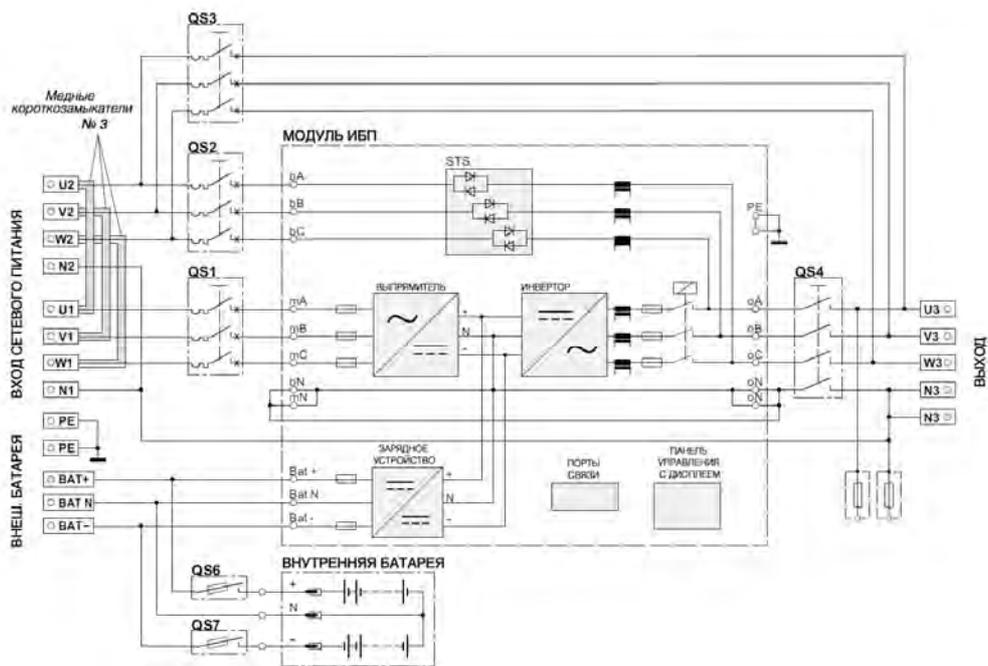
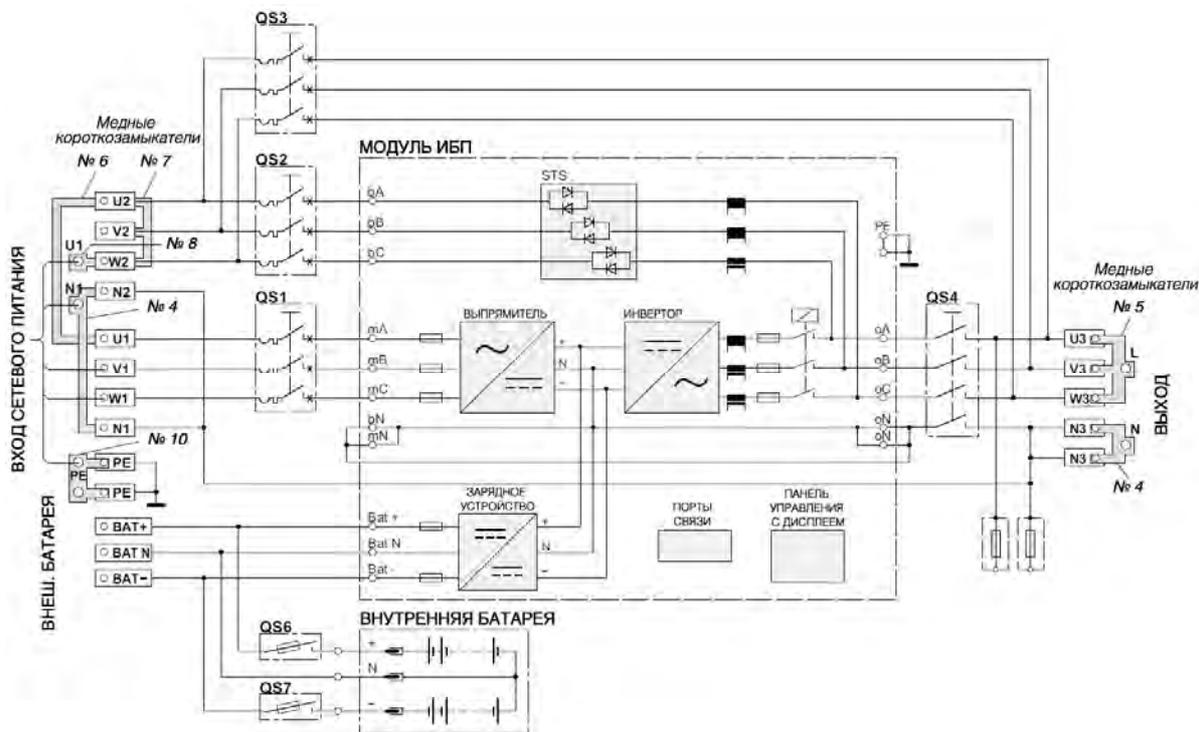
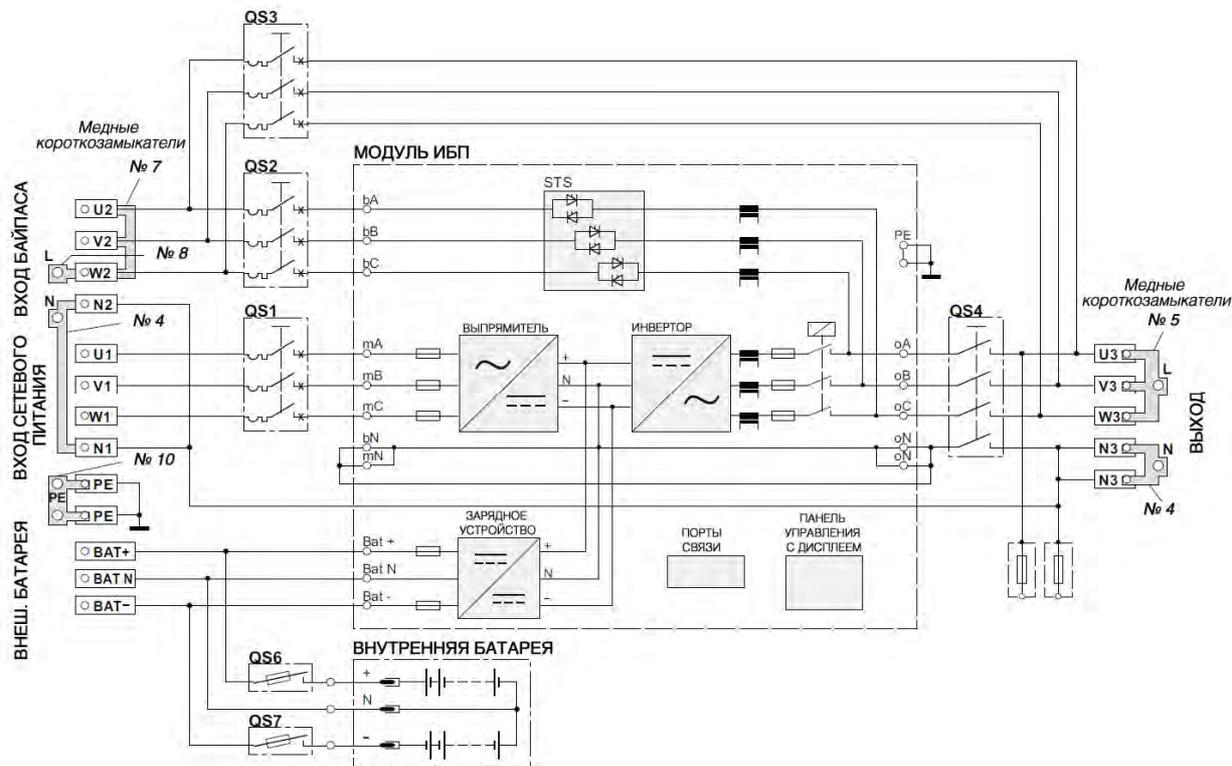
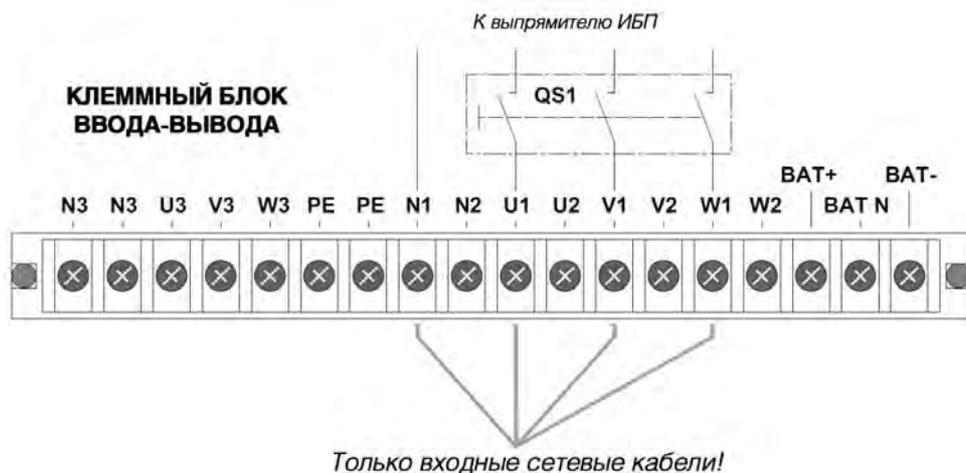

Рис. 3-4 3 входных/3 выходных фазы, подключение кабелей в конфигурации с общим источником
Рис. 3-7 3 входных/1 выходная фаза, подключение кабелей в конфигурации с общим источником
Рис. 3-8 3 входных/1 выходная фаза, подключение кабелей в конфигурации «сплит-байпас»
Рис. 3-10 Вход сетевого питания
2. Подключите находящиеся под напряжением линии (выходные фазы L1, L2 и L3), линии N и PE к соответствующим зажимам на клеммном блоке ввода-вывода (U3, V3, W3, N3 и PE) ИБП, как показано на Рис. 3-4.
3. Как показано на Рис. 3-7, замкните клеммы U2, V2 и W2 с помощью медного короткозамыкателя 7, замкните зажимы PE на клеммном блоке ввода-вывода ИБП, используя медный короткозамыкатель 10 с изолирующей пленкой, замкните клеммы U3, V3 и W3 с помощью медного короткозамыкателя 5, замкните клеммы U1 и U2 с помощью медного короткозамыкателя 6, замкните клеммы N1 и N2, а также две клеммы N3 с помощью двух медных короткозамыкателей 4.
4. Присоедините медный короткозамыкатель 8 к одному из концов медного короткозамыкателя 7 (см. Рис. 3-7) и подключите находящуюся под напряжением линию (входная фаза L1) к медному короткозамыкателью 8.
3. Как показано на Рис. 3-8, замкните два зажима РЕ клеммного блока ввода-вывода ИБП, используя медный короткозамыкатель 10 с изолирующей пленкой, замкните клеммы U2, V2 и W2 с помощью медного короткозамыкателя 7, замкните клеммы U3, V3 и W3 с помощью медного короткозамыкателя 5, замкните клеммы N1 и N2, а также две клеммы N3 с помощью двух медных короткозамыкателей 4.
5. Присоедините медный короткозамыкатель 8 к одному из концов медного короткозамыкателя 7 (см. Рис. 3-8) и подключите находящуюся под напряжением линию (входная фаза байпаса L) к медному короткозамыкателю 8.
1. Снимите все медные короткозамыкатели 3 (см. Рис. 3-4) на системе с конфигурацией «3 входных/3 выходных фазы». Подключите только входные кабели сети. Ни в коем случае не подключайте на этом этапе входные и выходные кабели байпаса, а также кабели батареи (см. Рис. 3-10).
1. Снимите все медные короткозамыкатели (см. Рис. 3-7 и Рис. 3-8) на системе с конфигурацией «3 входных/1 выходная фаза». Подключите только входные кабели сети. Ни в коем случае не подключайте на этом этапе входные и выходные кабели байпаса, а также кабели батареи (см. Рис. 3-10).